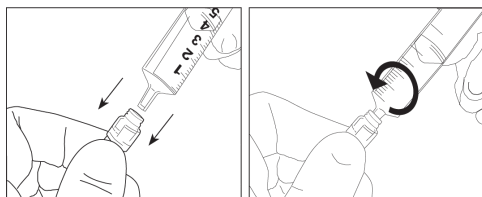

Ilustración 2: Luer-slip macho (MSL)
2. Utilizando técnicas asépticas, conecte con cuidado la jeringa o el equipo de extensión al puerto empujando la jeringa u otro conector luer directamente en el puerto de inyección sin aguja, girándolo a la vez hacia la derecha. Consulte ilustración 2. No intente hacer la inserción en un ángulo ni trate de hacer palanca en la abertura para abrirla.